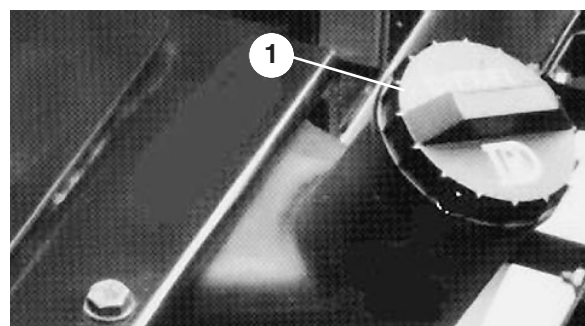

Figure 5
2. Retirez le bouchon du réservoir de carburant (Fig. 5).